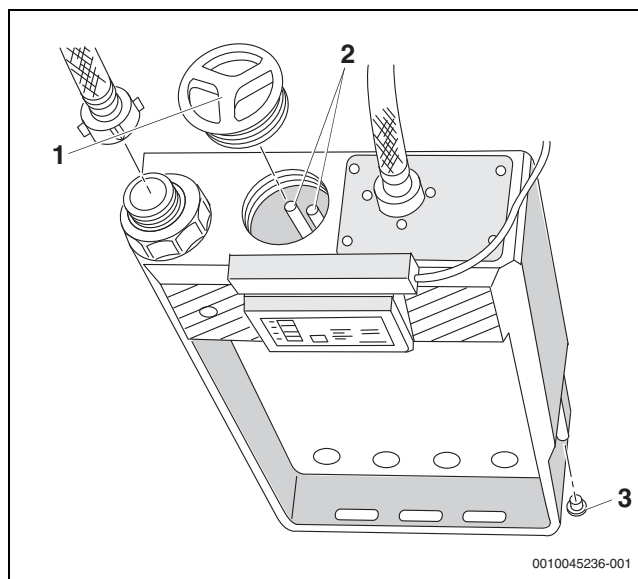

Bild 9 Neutralisationseinrichtung reinigen
- ▶ Deckel von Reinigungsöffnung (→ Bild 9, [1]) und Entleerklappe (→ Bild, [3]) abschrauben.
- ▶ Evtl. Elektroden (→ Bild 9, [2]) vorsichtig reinigen.
- ▶ Gerät zum Standort bringen, waagrecht ausrichten, Deckel von Reinigungsöffnung (→ Bild 9, [1]) und Entleerklappe (→ Bild 9, [3]) wieder verschließen.
- ▶ Elektroden prüfen, evtl. vorsichtig reinigen (→ Bild 9, Seite 9).